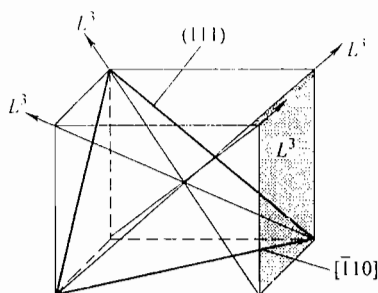

图 14-2 第四题第 4 小题解答图
(1) 面心立方堆积原子密排面为 (111)。(3分)
(2) 原子密排方向为 $[\bar{1}10]$ 。(2分)
(3) 堆积方式: ABCABC 型。(2分)
(4) L^3 轴共 4 个, 如图 14-2 所示。(3分)